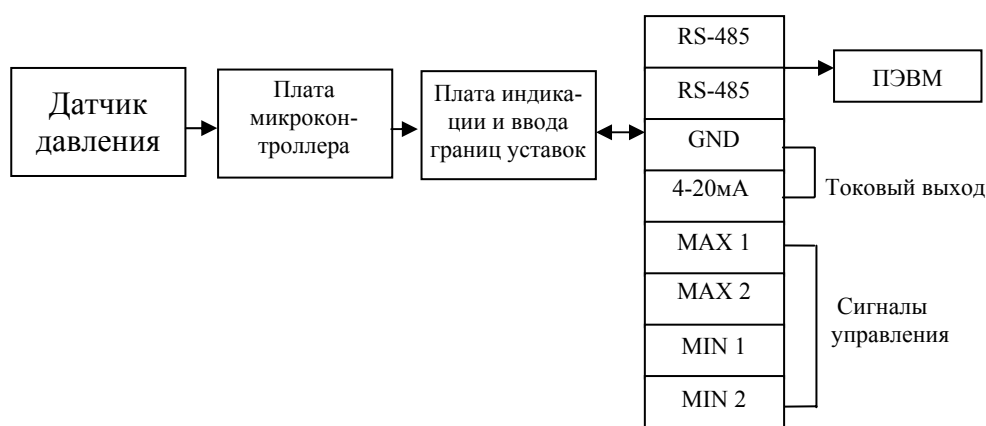

Рис.1. Структурная схема измерителя ПРОМА-ИДМ.
1.4.1. Структурная схема измерителя и назначение контактов клеммной колодки приведены на рис.1.